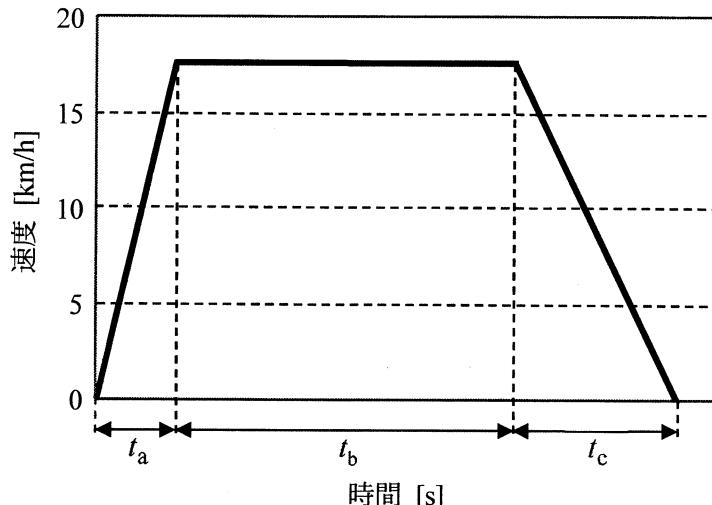

図 2 電気車両の走行速度
(2) 線路上を走行する搬送用電気車両の運転について考える。線路は出発地から目的地まで水平な直線軌道となっており、両地点間の距離は 400 m とする。図 2 は、電気車両の走行速度の変化の様子を表している。静止状態の出発時から一定の加速度で速度を上げ、10 秒後 ( $t_a = 10$  [s]) に 18 km/h の等速運転に切り替える。しばらく等速度で走行した後、目的地の手前で一定の減速度（負の加速度）で速度を下げていき、20 秒間 ( $t_c = 20$  [s]) 減速したときに目的地で静止する。減速の際には回生運転を行い、このとき機械的な制動は適用しない。